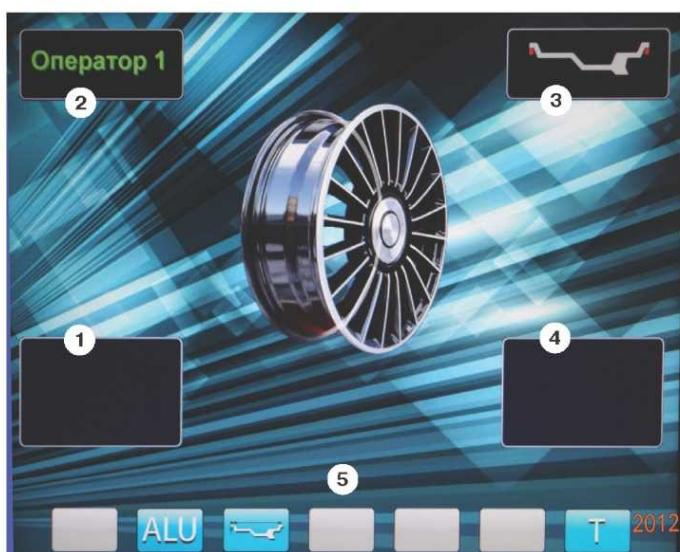

рис.8.2.
8.3. После включения питания СБ на экране монитора отображается фирменная заставка, которая через несколько секунд сменяется отображением экрана основного рабочего режима (рис. 8.2).
12.2. При включении СБ программа измерения дисбаланса настраивается таким образом, что дисбаланс менее 5 г ( заводская установка) на любой плоскости коррекции не показывается, в этом случае в окнах 1 и 4 (рис. 8.2) высвечиваются «ОК». Минимальный дисбаланс отображающийся в окнах 1 и 4 равен 5 г. Дисбаланс, превышающий 5г, округляется до величины кратной 5, т. е. дисбаланс 9, 10, 11 и 12 г отображается цифрой 10, дисбаланс 13, 14, 15, 16 и 17 г - цифрой 15 и т. д. Для просмотра неокругленного значения дисбаланса или дисбаланса менее 5г. необходимо нажать кнопку «<>», при этом в окнах 1 и 4 на 2-3 сек высвечиваются фактические значения дисбаланса, определенные в данном запуске.
12.3.3. Для проверки результатов балансировки снова запустите СБ. Если колесо отбалансировано правильно, на индикаторах 1 и 4 (рис. 8.2.) отображаются символы «OK».